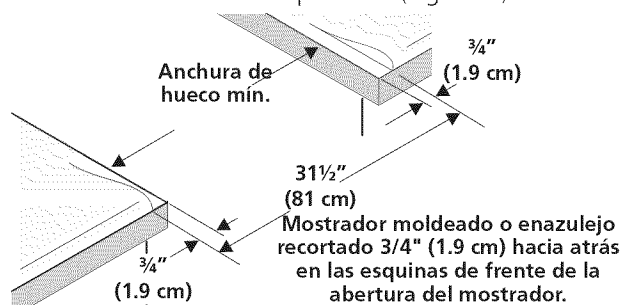

Figura 1
- **El reborde de frente de mostradores moldeados** deben tener bordes moldeados a $\frac{3}{4}$ " (1.9cm) a partir de cada extremidad de la apertura (Figura 1).
- **Los mostradores enazulejos** deberán necesitar un recorte de $\frac{3}{4}$ " (1.9 cm) a partir de cada extremidad y/o un borde redondeado aplanado (Figura 1).